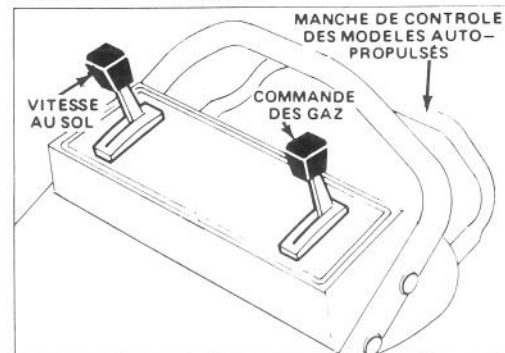
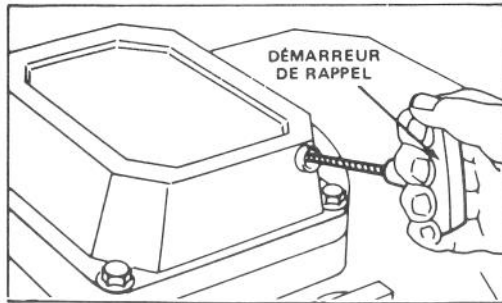

Figure 6
Figure 7
1. COMMANDES – La commande des gaz, le contrôle de vitesse au sol et la barre de commande d'auto-propulsion se trouvent sur le mancheron supérieur (Fig. 6). Le démarreur manuel se trouve sur le dessus du moteur (Fig. 7).
2. Branchez le câble de haute tension dans la bougie et, placez le contrôle de vitesse au sol en position "N" (Fig. 6).
3. DAMARRAGE MANUEL – Placez la commande des gaz en position ETRANGLEUR (CHOKE). Assurez sa position et maintenez fermement la tondeuse en plaçant le pied sur le côté supérieur gauche du carter à l'endroit indiqué "PLACE FOOT HERE WHEN STARTING" (placer le pied ici pour le démarrage). Tirez le démarreur manuel monté sur le moteur (Fig. 7) et réglez la commande des gaz selon le besoin quand le moteur démarre.
4. VITESSE AU SOL (Fig. 6) – Placer la commande de vitesse au sol sur le réglage désiré. Les chiffres "1", "2" et "3" correspondent respectivement à une marche lente, moyenne et rapide. Placer la barre de commande sur "N" pour tailler les bordures ou lorsque la tondeuse n'est pas utilisée.
6. ARRET (Fig. 6) – Relâchez la barre de commande pour arrêter l'entraînement de traction et la lame. Placez le contrôle de vitesse au sol en position "N". Pour arrêter le moteur, placez